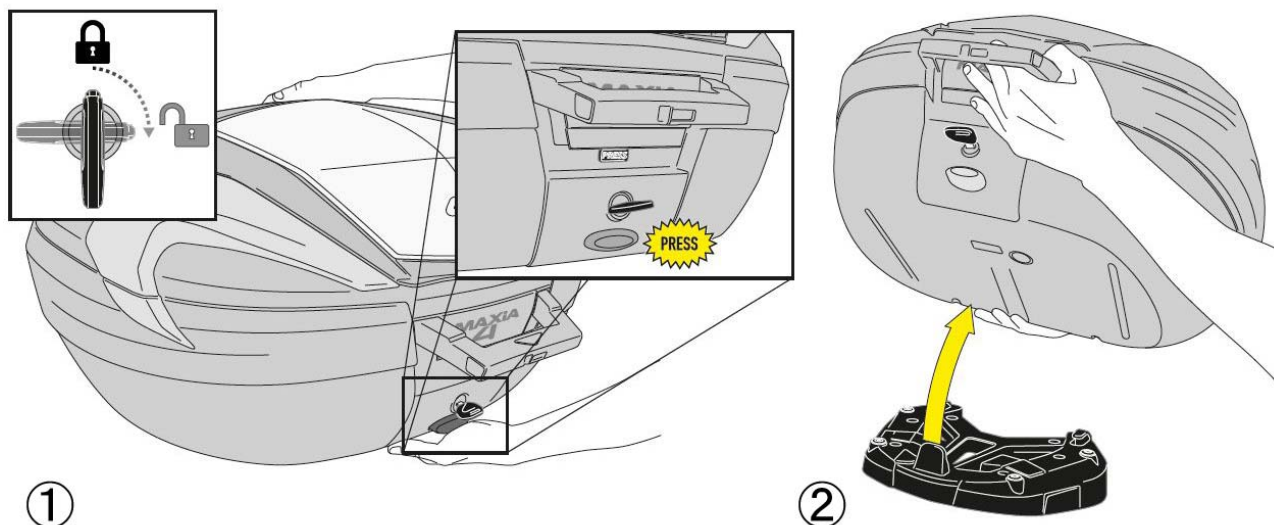

図 C1
- ①V56 モノキートップケースの蓋を閉めた状態で、キーシリンダーに②セキュリティーキーを奥までしっかりと挿し込み、②キーを右に回し（3 時位置よりも回し進めて）、ケースからハンドルを引き出します。（図 C1①参照）
- 引き出したハンドルを適宜活用して①ケースを両手でしっかりと支え持ち、脱落させないように十分注意しながら、キーシリンダー下部にあるベースロック解除ボタンを内側に押し込み、ベースプレート後側のアタッチメントと①ケースの勘合を慎重に外します。（図 C1①参照）
- 引き続き①ケースを両手でしっかりと支え持ち、ベースプレート前側の凸部（2箇所）と①ケース前側の凹部（2箇所）の勘合を慎重に外し、脱落させないように十分注意しながらベースプレートから①ケースを完全に取り外します。（図 C1②参照）